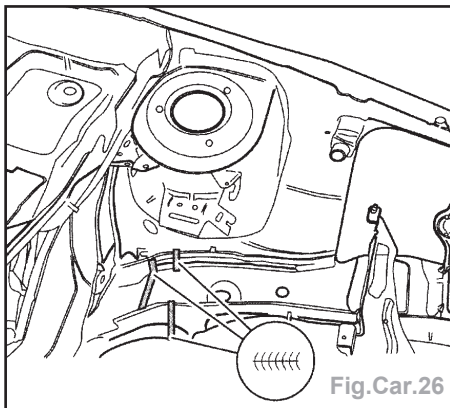

Fig.Car.26
- Souder par soudure continue sous atmosphère gazeuse les points d'assemblage signalés et ensuite meuler (Fig.Car.26).